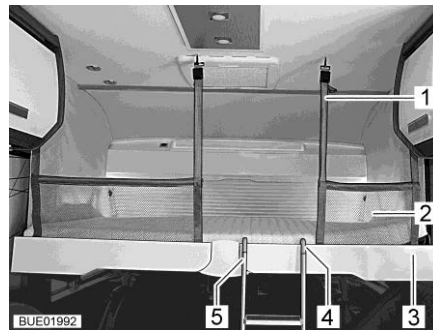

Bild 139 Hubbett mit aufgespanntem Sicherungsnetz
**Sicherungsnetz** Wenn ein Sicherungsnetz vorhanden ist, liegt das Sicherungsnetz (Bild 139,2) mit den Sicherungsgurten im Hubbett unter der Matratze. Das Sicherungsnetz erst aufspannen, wenn sich die Personen bereits im Hubbett befinden.
- Sicherungsgurte (Bild 139,1) in die Haken an der Decke einhängen.